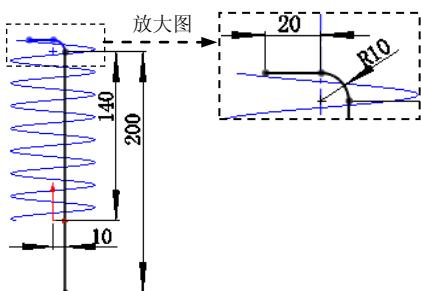
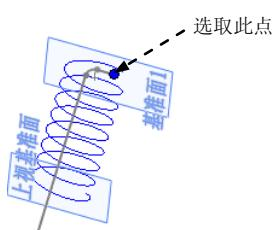
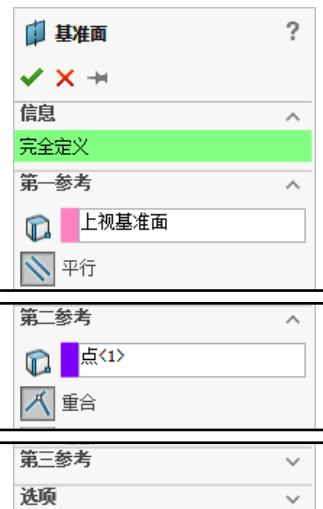

图 6.13.2 草绘曲线
图 6.13.3 基准面 1
图 6.13.4 “基准面”对话框
Step2. 创建基准面 1。螺旋加热丝的草绘曲线如图 6.13.2 所示，创建图 6.13.3 所示的基准面 1。选择下拉菜单 **插入(I)** → **参考几何体(G)** → **基准面(F)...** 命令，系统弹出图 6.13.4 所示的“基准面”对话框；选取上视基准面和图 6.13.3 所示的点作为创建基准面的参考实体；单击该对话框中的 按钮，完成基准面 1 的创建。